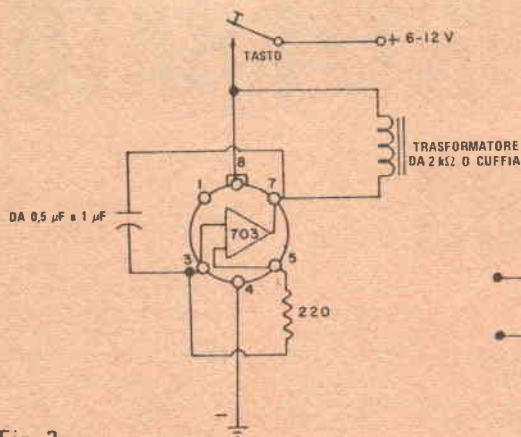

Fig. 3
**3) Oscillofono** - L'oscillofono, il cui circuito è riportato nella *fig. 3*, è un altro progetto che richiede un numero minimo di componenti. In uscita si può collegare un trasformatore per azionare un piccolo altoparlante, oppure direttamente una cuffia. La frequenza della nota è determinata dal valore del condensatore di reazione. Per ottenere un oscillatore con frequenza ululata, si usino due condensatori di valori differenti, da inserire o da escludere per mezzo di un commutatore. Per una sirena elettronica, si colleghi un resistore da 4.700  $\Omega$  - 10.000  $\Omega$  tra il piedino 8 del 703 ed il tasto ed un condensatore da 100  $\mu$ F - 200  $\mu$ F tra i piedini 7 e 4.